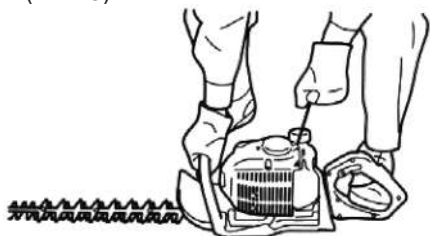

Рис. 5 Положение оператора при запуске двигателя
- 6.левой рукой прижмите ножницы к земле. Дополнительно, при необходимости, носком левой ноги прижмите площадку под задней рукояткой (Рис. 5).